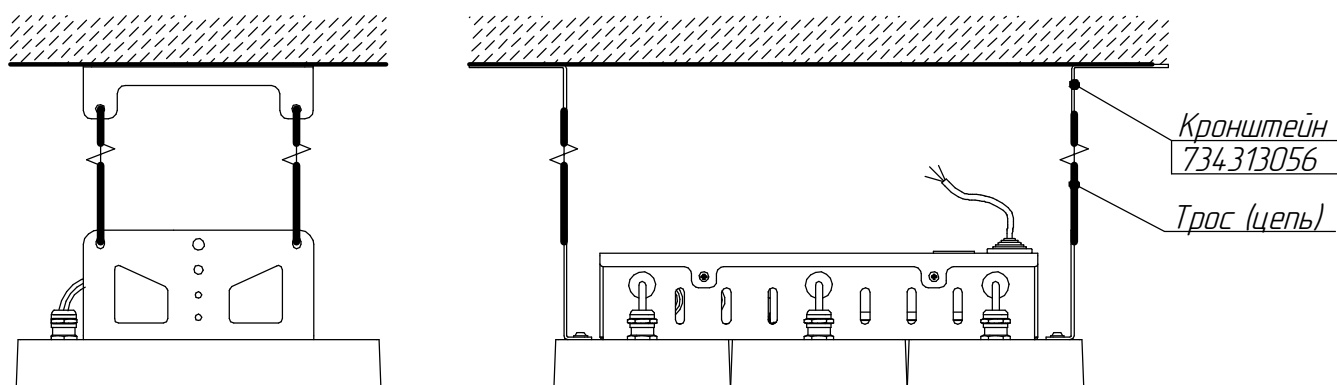

Рисунок 5 - Схема подвеса светильника (110-270 Вт) к потолку на трос (цепь).
5.4.3 В случае необходимости подвеса светильника используйте трос (цепь) нужной длины (в комплект поставки не входят), закрепив светильник за 4 точки подвеса (рис. 5).